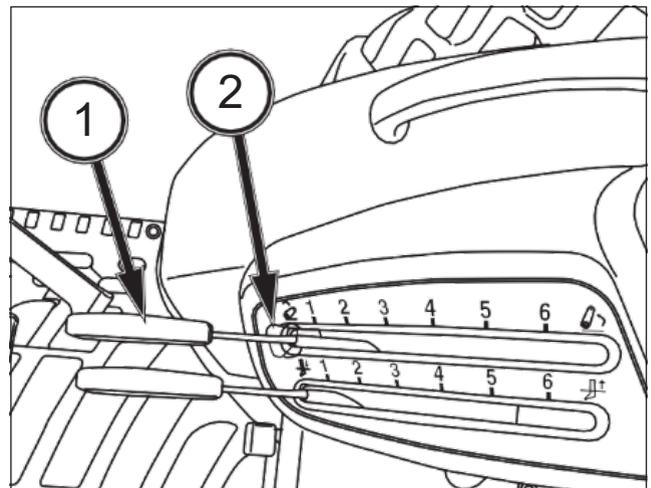

FIG. 65
FIG. 65: Palanca de control de posición del enganche de tres puntos. La palanca de control de posición del enganche de tres puntos (1) mantiene la posición del enganche a una altura constante respecto al tractor. Desplace la palanca de control de posición (1) hacia atrás para levantar el enganche (y el equipamiento). Desplace la palanca hacia delante para bajar el enganche hasta la posición elegida. Cada ajuste de la palanca da una posición particular al enganche (y al equipamiento).